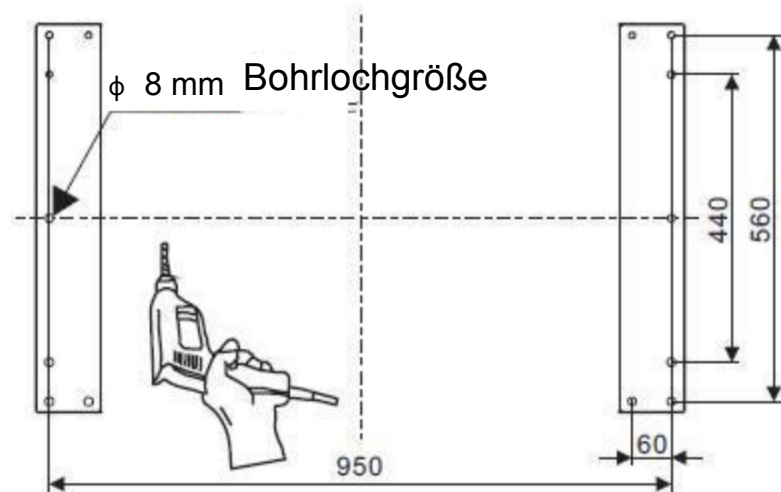

Abb.2
3. Halten Sie das Aufhängeblech an die Decke und markieren Sie die Bohrlöcher (siehe Abb. 2). Bohren Sie 14 Löcher mit einem Durchmesser von 8 mm in die Decke. Die zwei Aufhängebleche sollten mit 14 Dehnschrauben (oder mit 14 Blechschrauben T6 x40MM und Dübeln) sicher an der Decke befestigt werden. Siehe Abb. 3